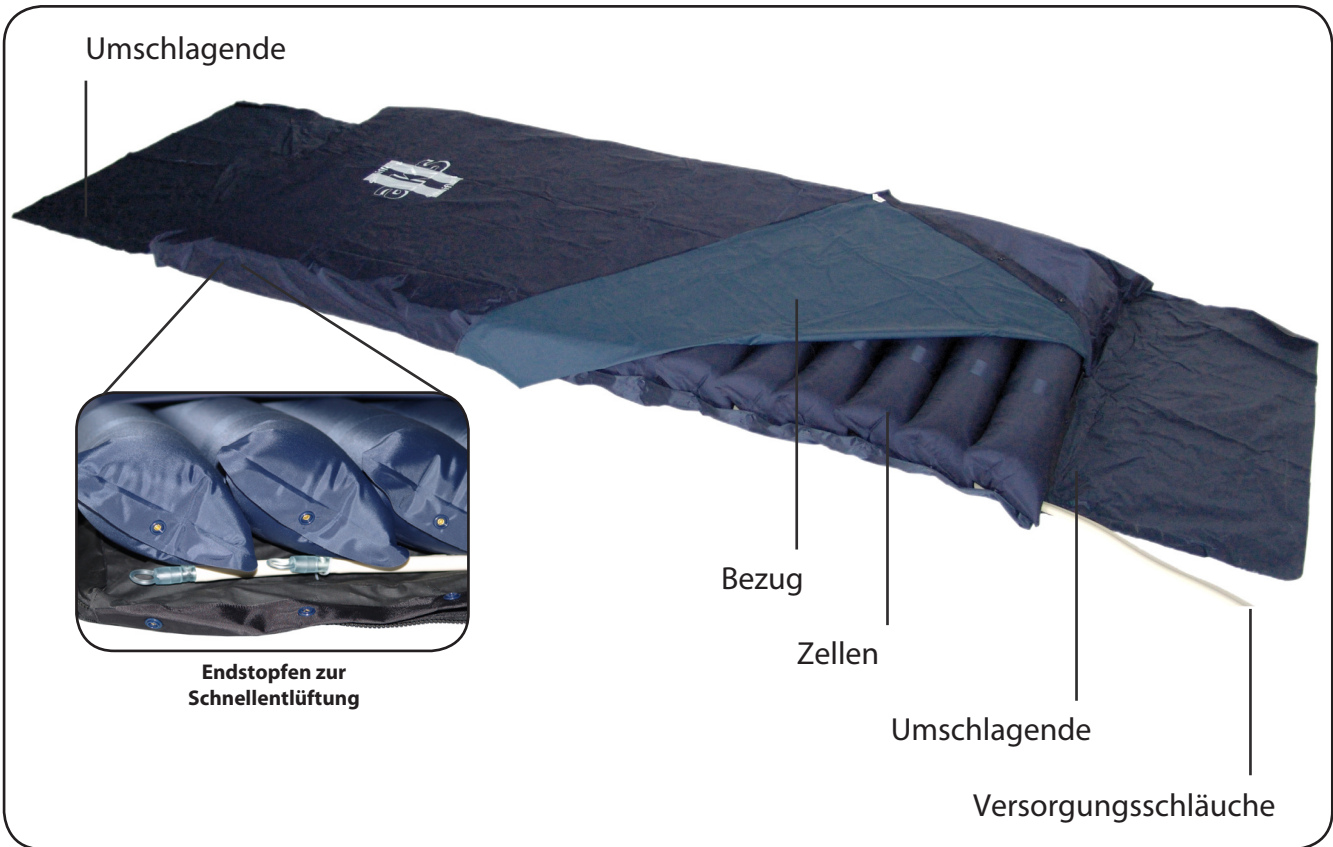

Abbildung 04
Eine Befestigung der Wechseldruckmatratze an der Standardschaumstoffmatratze oder der Schaumstoffmatratzenunterlage wird durch Umschlagenden, die sich an Kopf- und Fußende der Wechseldruckmatratze befinden, gewährleistet (siehe Abbildung 04).
6. Befestigen Sie die Wechseldruckmatratze, indem Sie beide Umschlagenden an Kopf- und Fußende (siehe Abbildung 04) unter die Standardschaumstoffmatratze oder die
9. Überprüfen Sie, ob die Zuleitungs- und Verteilerschläuche der Wechseldruckmatratze durch die Endstopfen vollständig geschlossen sind. Die Endstopfen befinden sich auf der rechten Seite am Kopfende der Wechseldruckmatratze (siehe Abbildung 04).